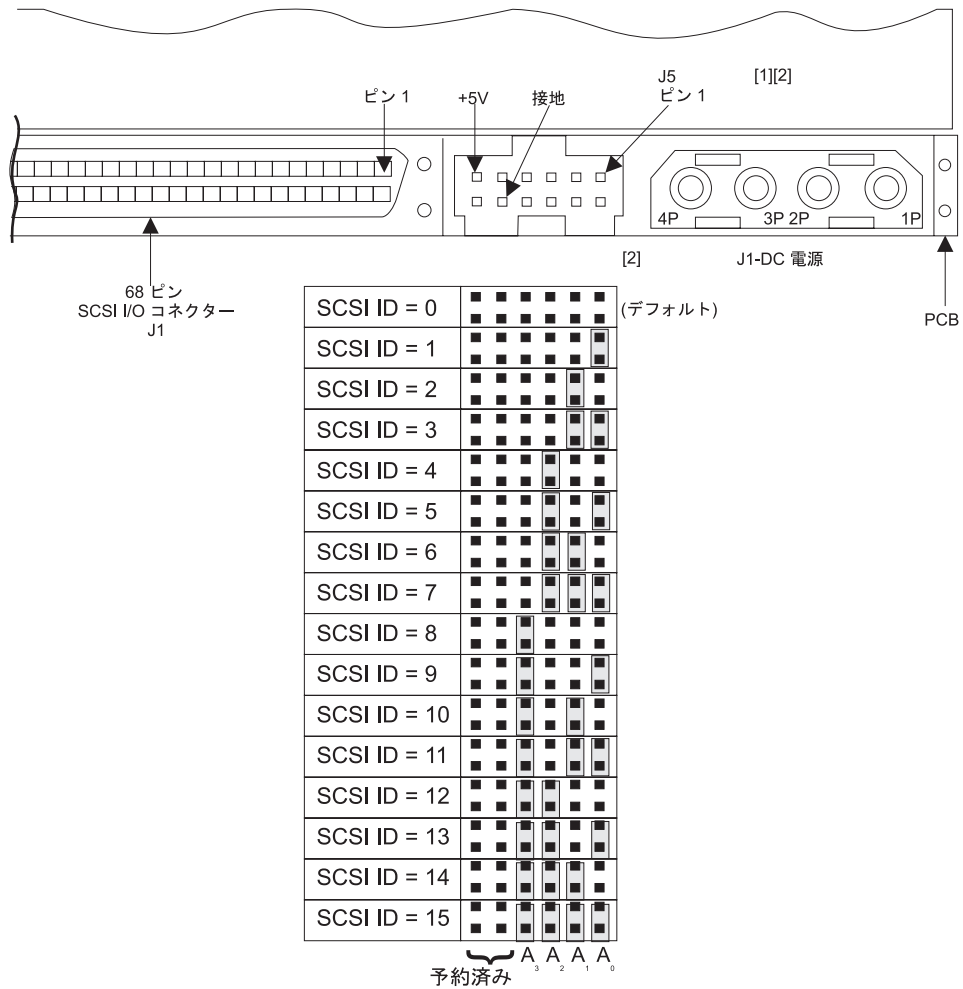

図 90. SAN ボリューム・コントローラー 2145-4F2 ディスク・ドライブ・ジャンパー
9. 古いディスク・ドライブに取り付けられたジャンパーの有無を検査します。ジャンパーがある場合は、マッチングするジャンパーを新しいディスク・ドライブに取り付けます。356 ページの図 90 を参照してください。